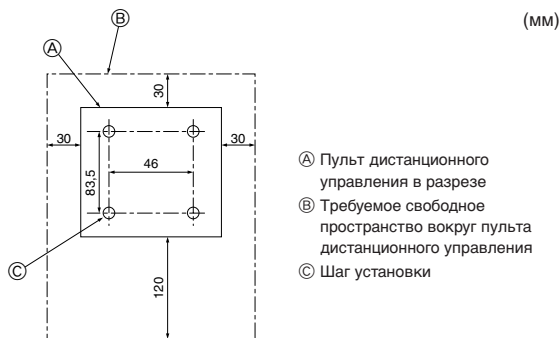

Fig. 5-2
1) Процедура установки (Fig. 5-2)